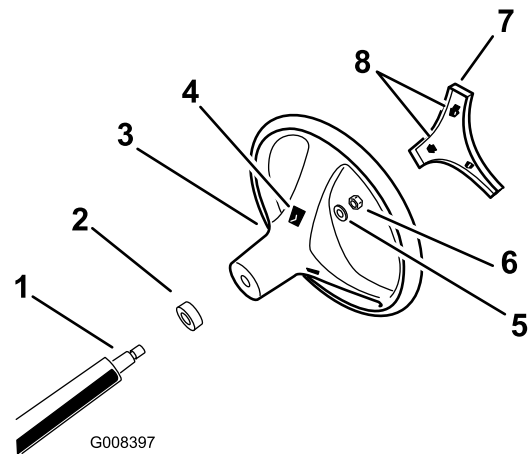

Figure 3
4. Fixez le volant sur l'arbre au moyen d'un contre-écrou serré à un couple de 24 à 29 N m, comme montré à la Figure 3.
5. Placez les languettes du couvre-moyeu en face des fentes dans le volant et enclenchez le couvre-moyeu sur le moyeu du volant (Figure 3).